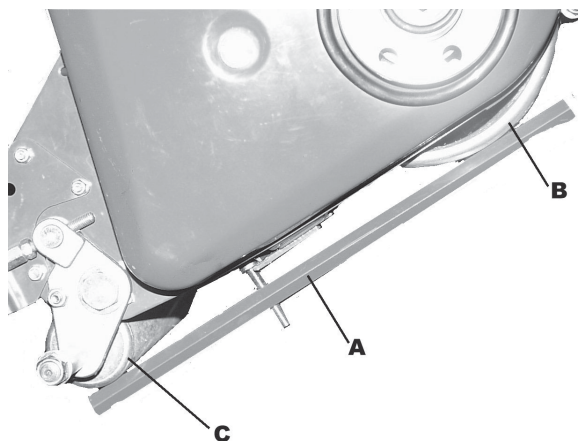

Fig. 8.1a
L'altezza della barra di taglio (A Fig. 8.1a) si usa per impostare in modo preciso l'altezza di taglio. Il bullone in (A) è posizionato in modo che la testa del bullone si agganci sul bordo della lama inferiore. La barra si appoggia contro i rulli anteriore (C) e posteriore (B). L'altezza di taglio misurata è intesa dalla parte sottostante della testa del bullone alla superficie della barra di impostazione.